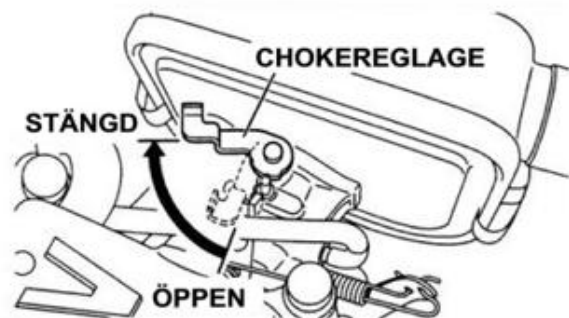

Fig. 2.4
3. Stäng chokespjället (Fig. 2.4). Om motorn är varm eller vid hög yttre temperatur, ställ chokereglaget på halvt eller helt öppet.